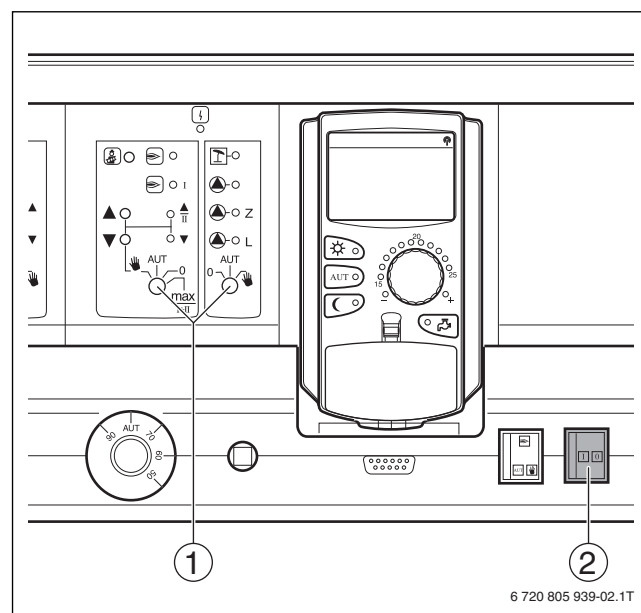

Bild 6 Ein/Aus-Schalter
- ▶ Sicherstellen, dass der Ein/Aus-Schalter (→ Bild 6, [2]) des Regelgeräts auf **0** steht.
- ▶ Sicherstellen, dass die Handschalter (→ Bild 6, [1]) auf den eingesetzten Modulen auf **AUT** stehen.